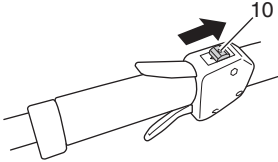

Fig. 8
- (1) Placez l'interrupteur de marche/arrêt (10) en position "marche" (ON). (Fig. 8)